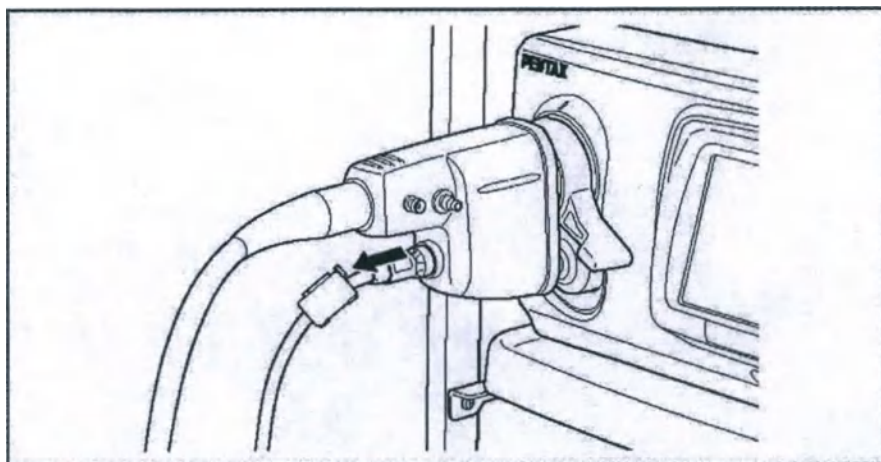

Рисунок 44.
3. Отсоедините кабель УУН от навигационного разъема эндоскопа (см. рисунок 44).